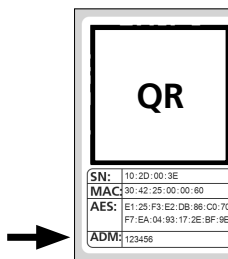

Fig. 3
- 3 Verrà chiesto di scansionare il codice QR del cilindro fornito con la fotocamera dello smartphone. Il codice QR si trova sull'adesivo fornito con la confezione (Fig. 3).
Attenzione: il set include due adesivi con codici QR, uno per il cilindro e uno per il tastierino. Il codice QR qui richiesto per il cilindro è riconoscibile dal codice amministratore in basso sull'adesivo, contrassegnato con la denominazione "ADM" (Fig. 3).